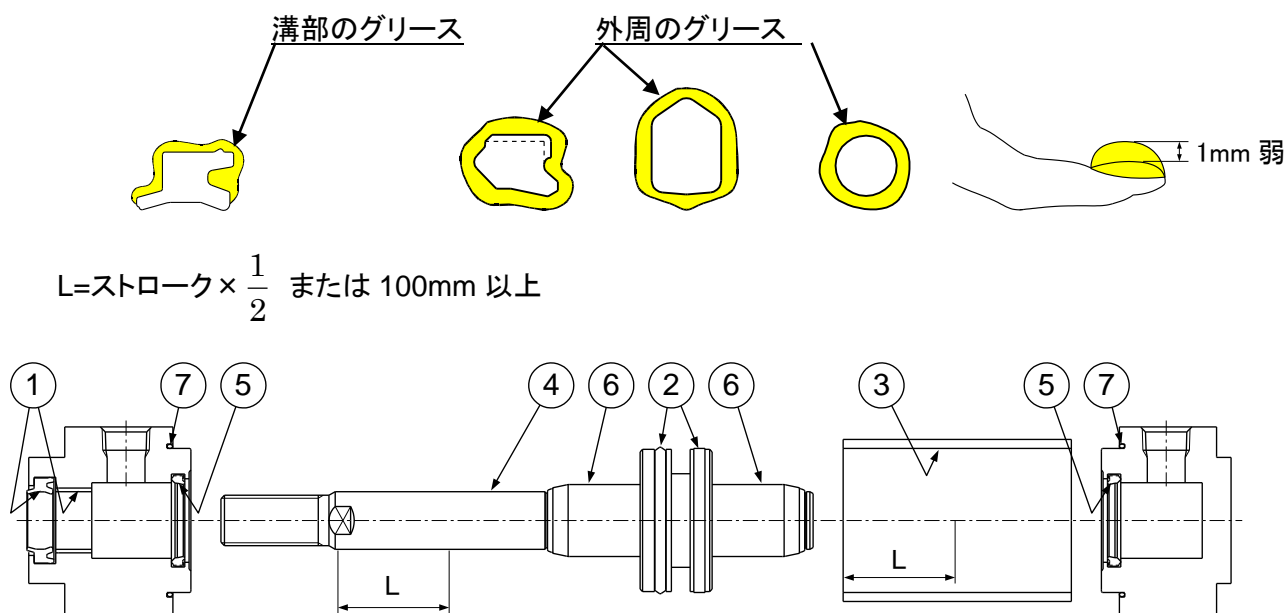

図 11. グリース塗布位置
シリンダの各部品には図 11 の各部分にグリースを塗布しますが、100 ストロークのシリンダ 1 本につき表 10 の量が必要です。目安としては人差指ですくった程度が約 3(g)です。
1) ロッドパッキン、クッションパッキン(図 11, ①⑤)
2) ピストンパッキン (図 11, ②)
3) チューブガスケット (図 11, ⑦)